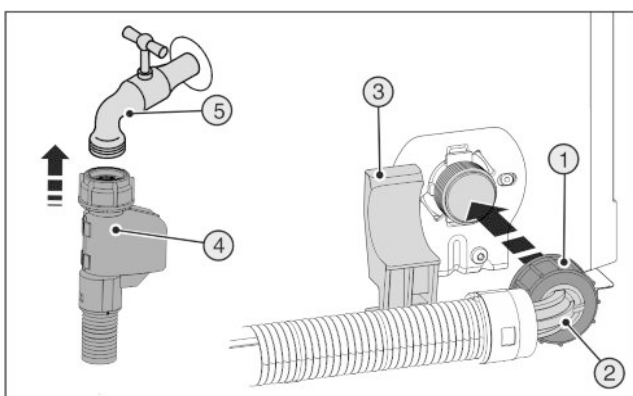

Fig. 21
- ▶ Ühendage sirge voolikuots Fig. 21 (4) sulgurkraani Fig. 21 (5) külge.